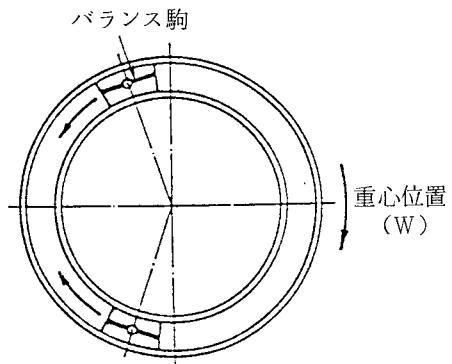
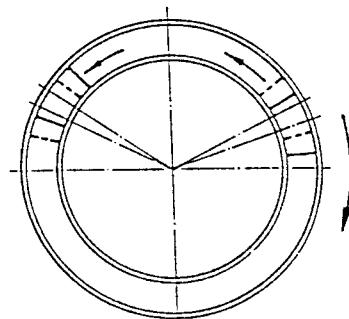

図1-30 重心側が重い場合には、時計方向に回転するので、2個のバランス駒を矢印の方向に移動する。
図1-32 対称に取付いていない場合は、一方の駒を上げ、他方の駒を下げる。
② もし、砥石が時計方向に回りだす場合は重心と反対の方向に2つのバランス駒を少しずつ同じ量だけ移動する(図1-30)。そして、この作業をくり返し、砥石が静止して動かなくなれば、バランスがとれたことになる。
③ 2個のバランス駒の対称性を調べる。
- c. この場合は、一方の駒をわずかに上げ、また他方の駒を同量だけ下げる形で移動し、バランスがとれるまでこの作業をくり返す(図1-32)。
④ 砥石の重心(W)を真横および真下にしてバランスをチェックする。いずれの方向においてもバランスがとれている場合は、バランス駒を本締めする。